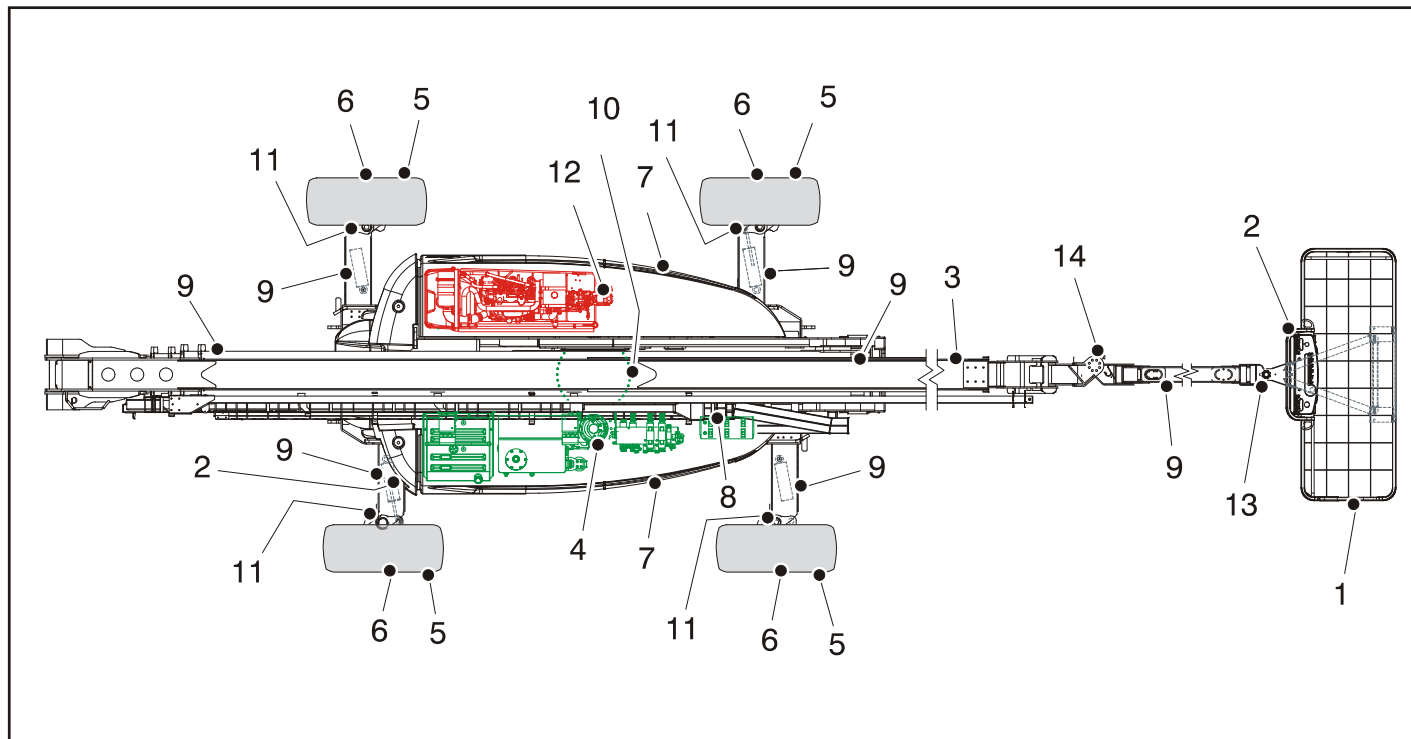

Figura 2-2. Inspecția vizuală zilnică – Pagina 1 din 3
5. **Inspecția vizuală** – Consultați Figura 2-2.